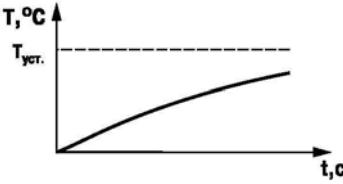

Рис. 2
**Переходной процесс носит вялотекущий характер.** При этом регулируемая температура неоправданно медленно достигает заданной уставки, и также медленно возвращается к ней после возмущающего воздействия. Характер процесса графически представлен на рис. 2.